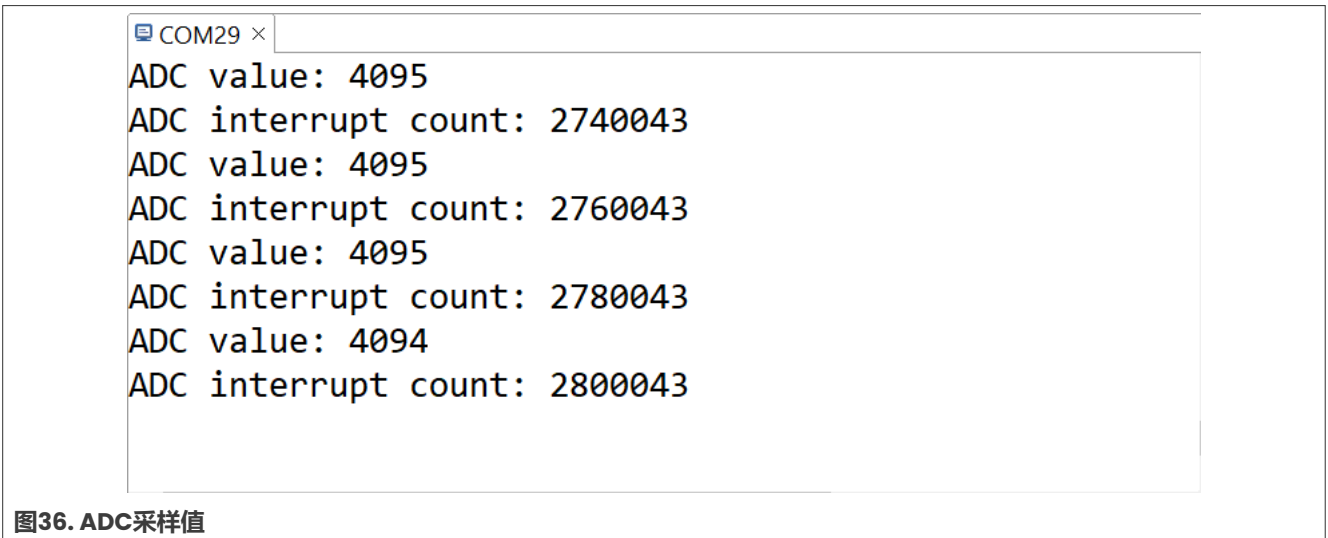

图36. ADC采样值
- 图36显示了ADC采样的结果，当输入为3.3V时，采样值接近4095。